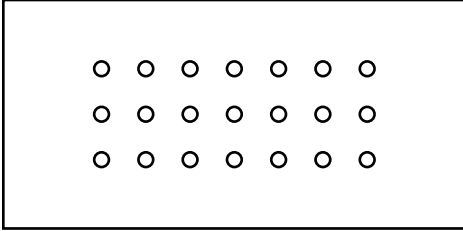
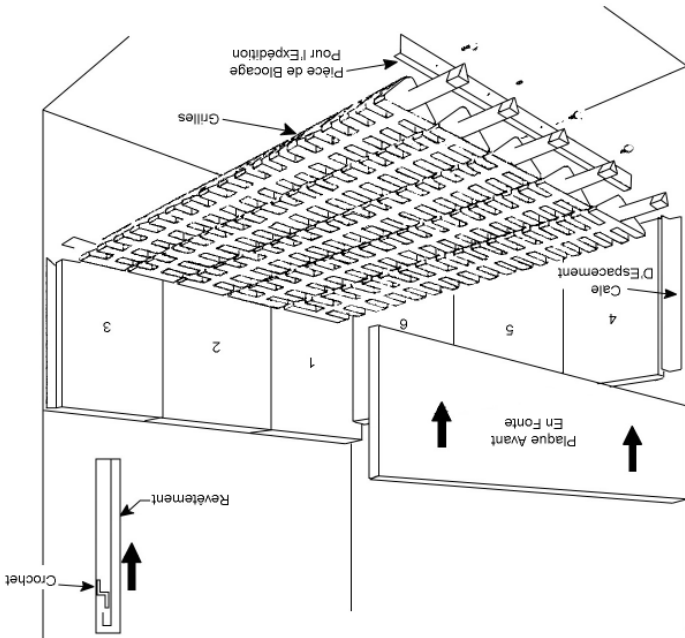
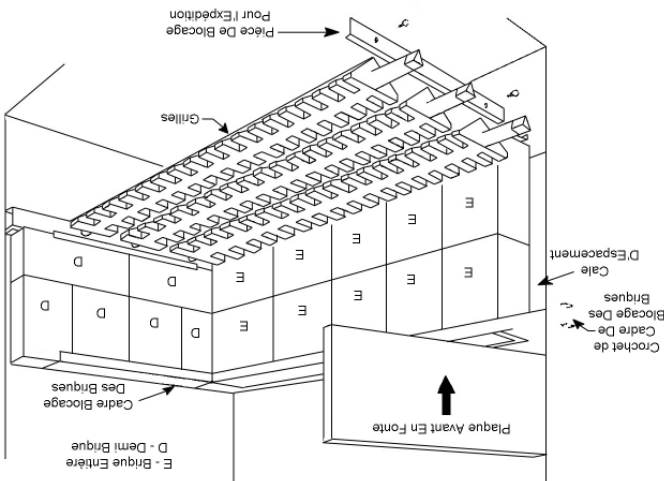
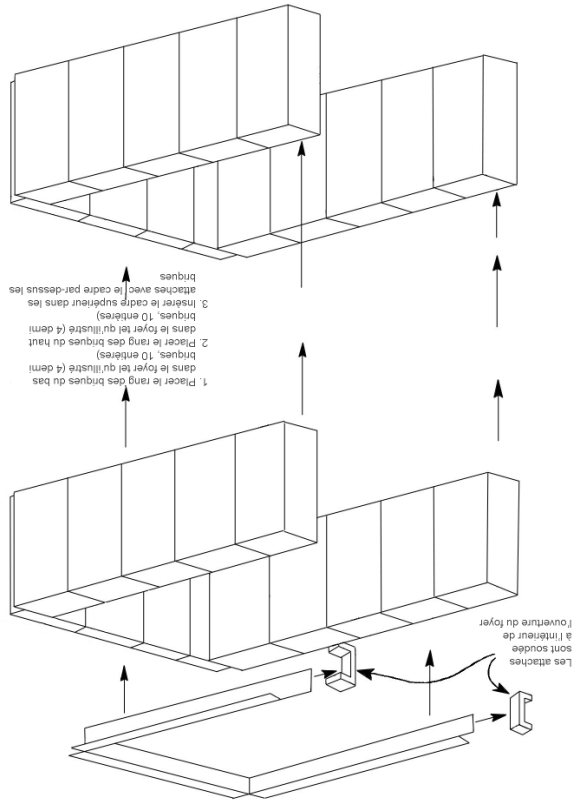

FIG. 10B
FIG. 10A
FIG. 9B - CL86-96C
FIG. 9A - CL115C-170C
7. Placer les briques dans le foyer selon le Fig. 10A pour les modèles CL86-96C, selon le Fig. 9B pour les modèles CL86-96C et selon le Fig. 9A pour les modèles CL115-170C. Pour installer les grilles de modèles CL86-96C, consulter le Fig. 10A; pour installer les grilles et le revêtement de fonte des modèles CL115-170C, consulter le Fig. 10B.